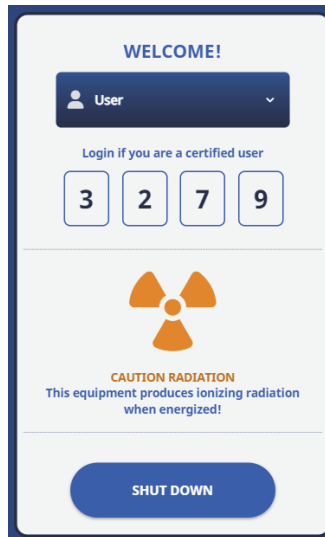

図 3-13 「ようこそ (Welcome)」画面
3. 「ようこそ (Welcome)」画面で **【SHUT DOWN】** をタップします (75 ページの図 3-13 参照)。
2. 「ようこそ (Welcome)」画面で【SHUT DOWN】をタップします (75 ページの図 3-13 参照)。